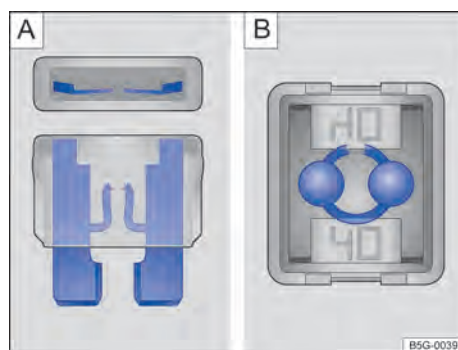

Fig. 161 Fusible quemado: **A** fusible plano, **B** fusible de bloqueo.
- Un *fusible plano* (ATO®, MINI®) quemado es reconocido desde arriba o desde el costado por la carcasa transparente en las bandas metálicas derretidas → fig. 161 A.
- Un *fusible de encastre* (JCASE®) quemado se reconoce por las bandas metálicas derretidas desde arriba de la carcasa transparente → fig. 161 B.